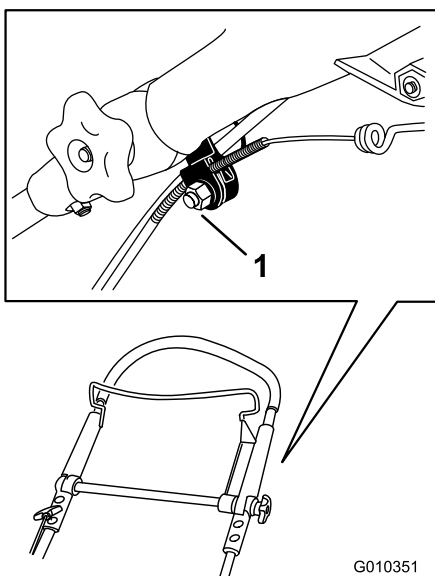

Figure 43
1. Desserrez l'écrou sur le support du câble (Figure 43).